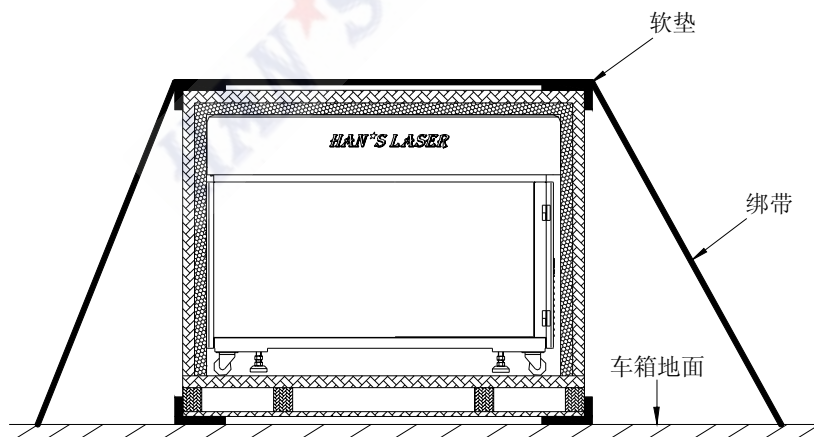

图 7-8 设备捆绑示意图
- 3) 在箱体和车箱地面之间插入宽厚合适的软垫，以便在车箱地面和箱体之间提供足够的缓冲空间，如图 7-8 所示：